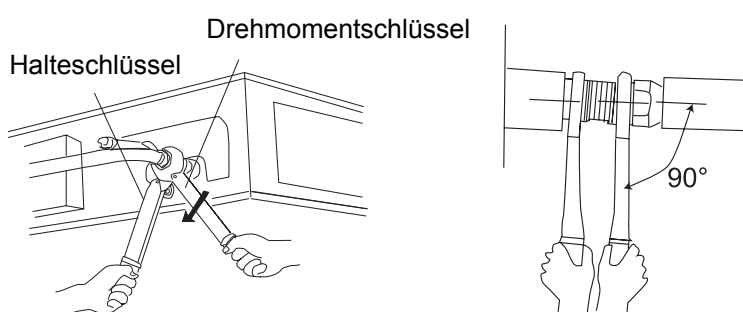

Abb. 16
- Den Drehmomentschlüssel am Handgriff fest und rechtwinklig zum Rohr nach Bild 16 halten, um die Überwurfmutter ordnungsgemäß festzuziehen.